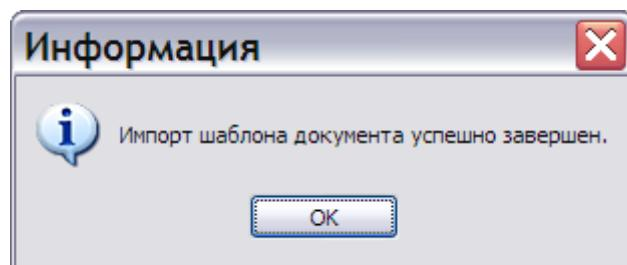

Рис. 3.12
- Нажмите на кнопку **OK**. В случае успешного импорта появится сообщение об этом (Рис. 3.12).